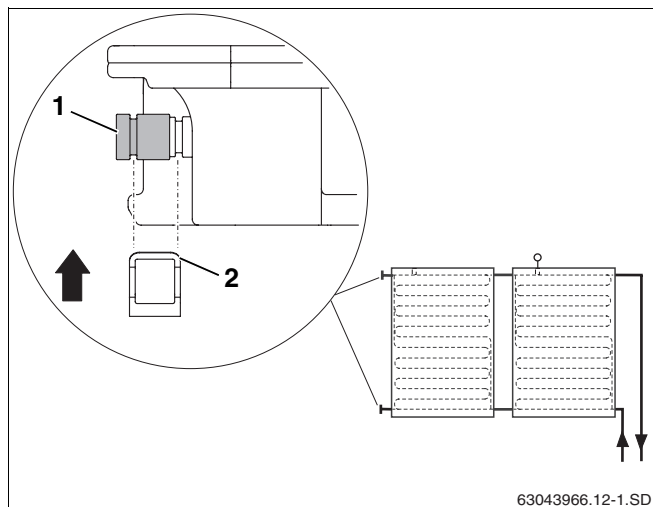

Fig. 39 Fissaggio del tappo di chiusura con la graffa
- Applicare il tappo di chiusura con i relativi o-ring (fig. 39, **pos. 1**) sull'attacco del collettore.
- Far scorrere la graffa (fig. 39, **pos. 2**), prevista per la messa in sicurezza dell'attacco, lungo il tappo di chiusura fino all'attacco del collettore.